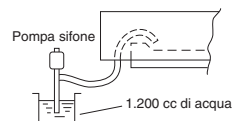

Fig. 3-15
- (3) Versare circa 1.200 cc di acqua nella coppa di scarico usando una pompa sifone attraverso la griglia di uscita dell'aria. (Fig. 3-15)